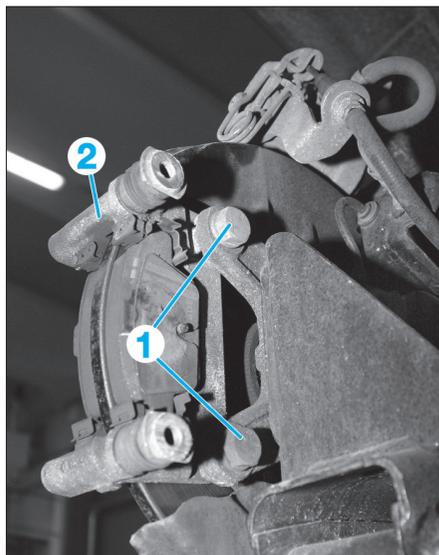

Fig. 12
- les deux vis (1) (Fig.12),
- le support d'étrier de frein (2),